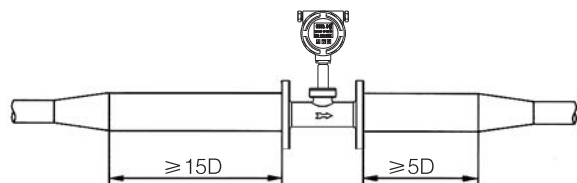

图4
a). 扩管的安装：对于小管径大流量须扩管安装，流量计前直管段应 $\geq 15D$ 的等径直管段，后直管段应 $\geq 5D$ 的等径直管段如图4